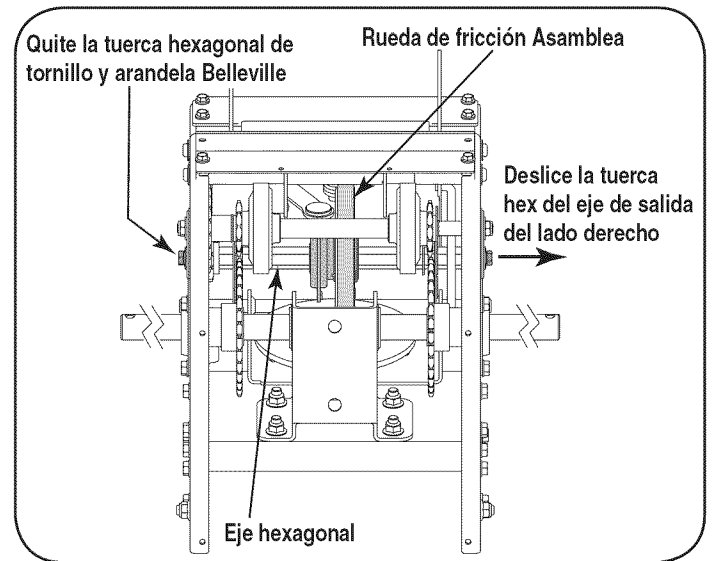

Figura 35
4. El uso de un 3 / 4 "Llave, mantenga el eje hexagonal y extraiga el tornillo hexagonal y arandela Belleville y teniendo de lado izquierdo del marco. Consulte la Figura 35.